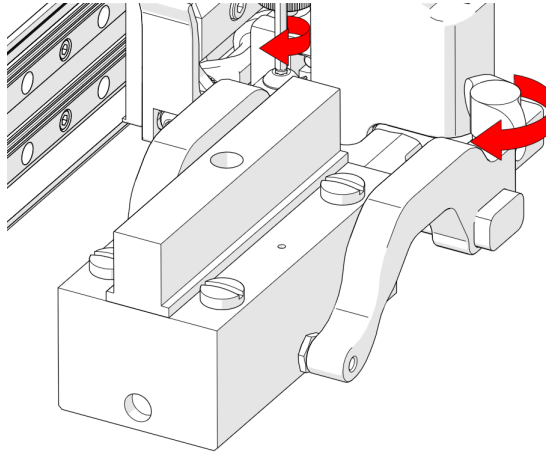

Figure 2-107 Boutons de pivotement
6. Serrez la molette de réglage du support de sonde et vissez la vis de blocage du bras (voir la Figure 2-107 à la page 119) tout en s'assurant que le sabot reste centré par rapport à la fourche.